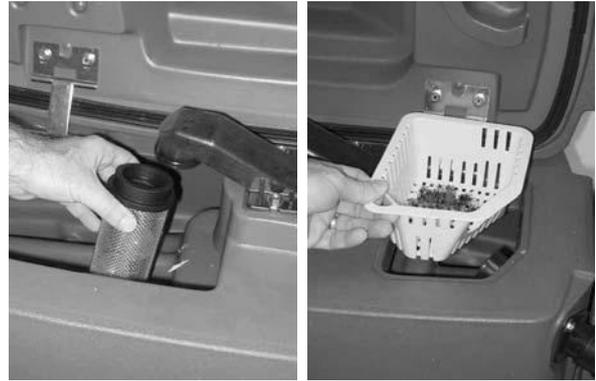

ABB. 30
3. Reinigen Sie den Schwimmer--Sperrschalter und die Schmutzwanne im Schmutzwassertank (Abbildung 30).